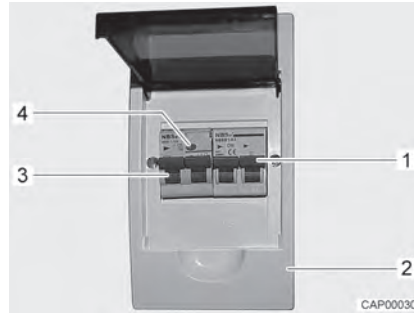

Bild 78 Leitungsschutzschalter und FI-Schalter (230-V-Sicherungskasten)
- Den Leitungsschutzschalter (Bild 78,1) im Sicherungskasten (Bild 78,2) ausschalten.
- Wenn das Fahrzeug an die 230-V-Versorgung angeschlossen ist, die Prüftaste (Bild 78,4) des Fehlerstrom-Schutzschalters (FI-Schalter) (Bild 78,3) im Sicherungskasten (Bild 78,2) drücken. Der Fehlerstrom-Schutzschalter muss auslösen.
- Den Fehlerstrom-Schutzschalter (Bild 78,3) wieder einschalten.